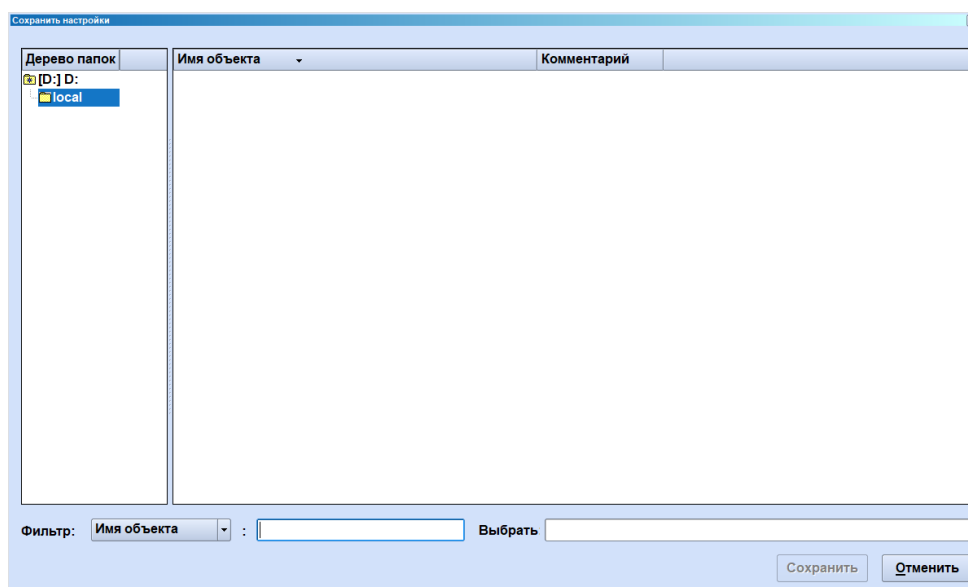

Рисунок 3.10 – Сохранение настроек рабочего места
2. В открывшемся окне (Рисунок 3.10) ввести имя рабочего места (латиницей) и нажать «Сохранить».